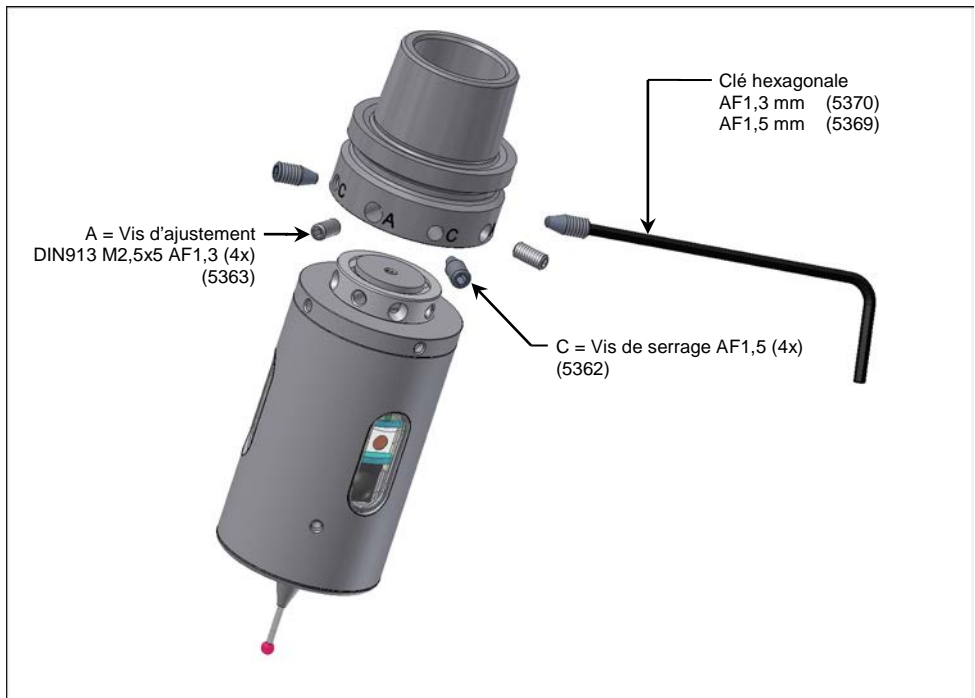

Fig. 5 Montage/Démontage de l'attachement
- 1.1. Enlever toutes les vis „A“ et „C“ conforme Fig. 5.